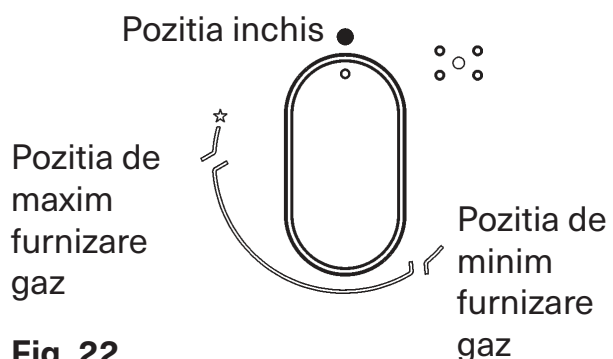

Fig. 22
Apasati si rotiti in sens antiorar butonul corespunzator arzatorului pe care doriti sa-l utilizati, aduceți-l pe pozitia de Maxim (flacara mare, fig. 22), dupa care apasati butonul pana la fund.
La arzatoarele dotate cu termocuplu de siguranta, trebuie sa se roteasca in sens antiorar butonul corespunzator arzatorului pe care doriti sa-l utilizati, sa-l aduceți pe pozitia de Maxim (flacara mare, fig. 22) pana sesizati o mica oprire a acestuia, dupa care apasati butonul si repetati operatiile indicate anterior. Dupa aprindere mentineti butonul apasat circa 10 secunde.
- Cand incepe fierberea aduceți butonul in pozitia de Minim (flacara mica, fig. 22).
- Aprinderea arzatoarelor cu termocuplu de siguranta se poate face doar daca butonul este pe pozitia de Maxim (fig. 22).
- Aprindeți arzătorul și poziționați butonul pe poziția "Minim" (flacăra mică, fig. 22).